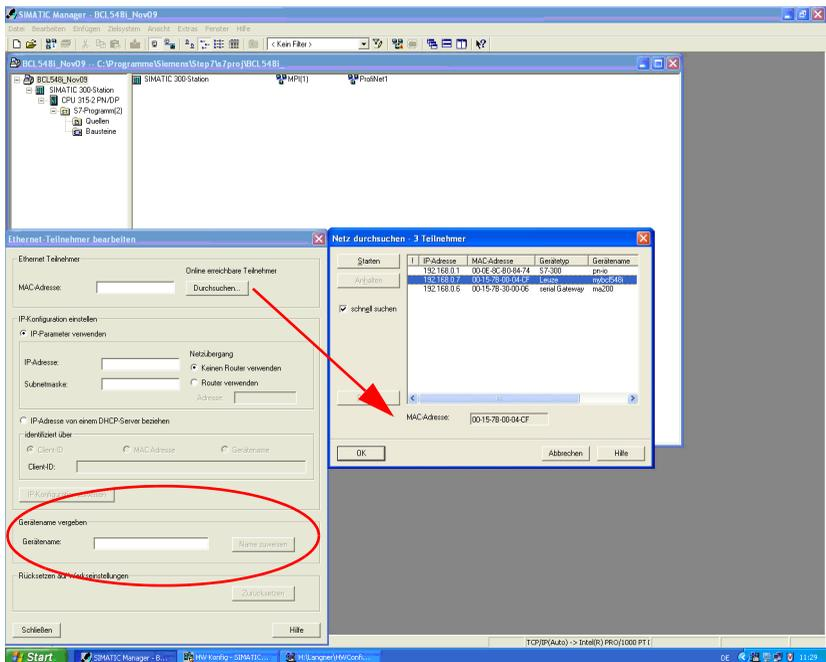

Bild 10.4: Zuweisen der Gerätenamen an die projektierten IO-Devices
- Zuordnung MAC Adresse - IP Adresse -individueller Gerätenamen (Bild 10.4)